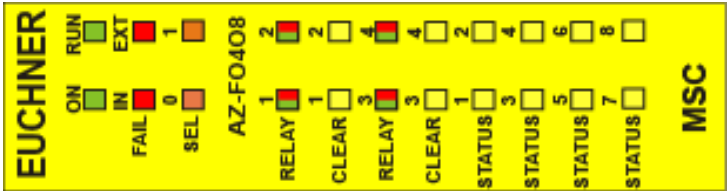

Bild 40:
8.4.10. Modul AZ-F0408 (Bild 40)